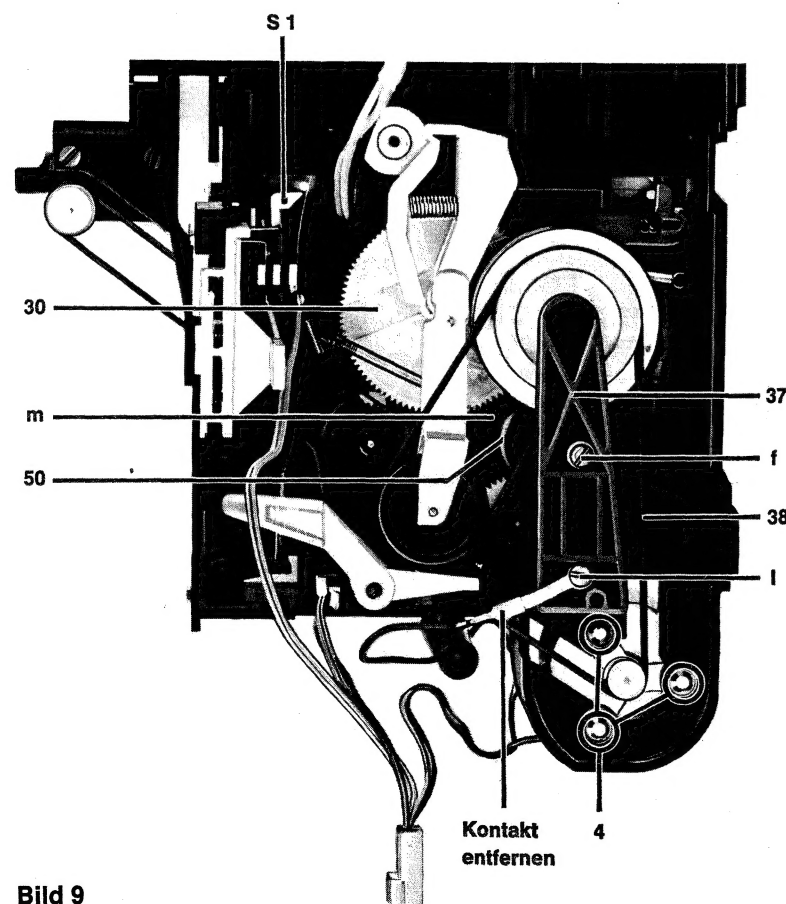

Bild 9
### 9. Axialspieleinstellung der Schwungscheibe (Bild 9)
## 18. Bandendabschaltung (Bild 9)
**Kontaktfedersatz S1** [Bild 9, 11]